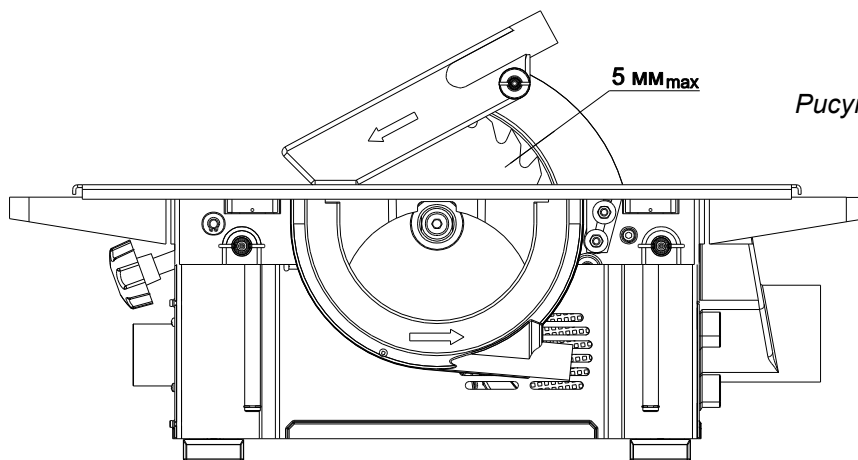

Рисунок 7. Приспособление пильное 0000-01. Комплект № 1 (базовый комплект).
- с радиальным расстоянием между расклинивающим ножом и зубчатым венцом пильного диска не более 5 мм (рис. 7), что достигается перемещением расклинивающего ножа по наклонному пазу. После установки фиксируется гайками 133.